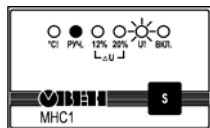

**Рисунок 4.7**
4.2.2 При необходимости изменения значения **времени задержки включения реле после перегрева**  $T_{\text{вкл } t}$  установите на коммутаторе ХР1 перемычку в положение «2» (см. рисунок 4.7).